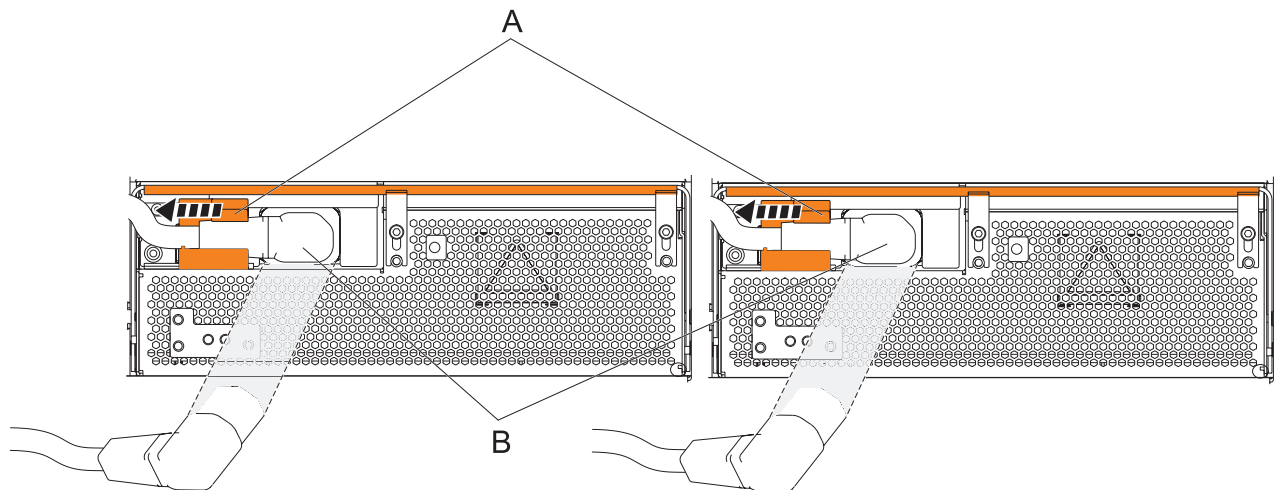

Figure 67. Débranchement des cordons d'alimentation des ensembles de conversion hors ligne
- a. Faites glisser vers la gauche les supports de cordon d'alimentation (**A**) situés A l'avant des deux ensembles de conversion hors ligne. Pour plus d'informations, voir figure 67, à la page 87.